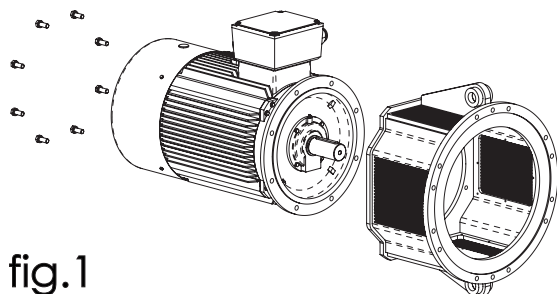

fig.1
- 1) Assemblare la flangia PAM al motore elettrico. Per questa fase utilizzare viti mordenti delle dimensioni adeguate (vedi catalogo) infilando nella flangia motore e avvitandole alla flangia PAM. Le viti devono "mordere" l'intero spessore dei fori filettati presenti sulla flangia (vedi catalogo) ma non devono sporgere all'interno della flangia PAM stessa per più di due mm (vedi fig.1). In molte configurazioni è comunque possibile utilizzare viti più lunghe, con dado interno alla flangia, ecc.; se si vuole procedere in questo modo assicurarsi che la bulloneria non interferisca nella rotazione del giunto.
- 1) Fit the PAM flange to the electric motor. For this step use coach screws of the appropriate size (see catalogue), inserting them in the motor flange and tightening them onto the PAM flange. Screws must "bite" the entire thickness of the threaded holes on the flange (see catalogue) but they must not protrude inside the PAM flange by more than two mm (see fig.1). However, longer screws can be used in many configurations, with a nut inside the flange, etc.; if you want to proceed in this way, make sure that bolts do not affect the coupling rotation.
- 1) Установите крепежный фланец на электродвигатель. На этом этапе используйте шурупы подходящего размера (см. каталог), вставив их во фланец двигателя и прикрутив к крепежному фланцу. Винты должны «врезаться» по всей толщине резьбовых отверстий на фланце (см. каталог), но не должны выступать внутри крепежного фланца более чем на два мм (см. рис. 1). Однако во многих конфигурациях можно использовать более длинные винты с гайкой внутри фланца и др.; при использовании этого решения, убедитесь, что болтовые крепления не мешают вращению муфты.